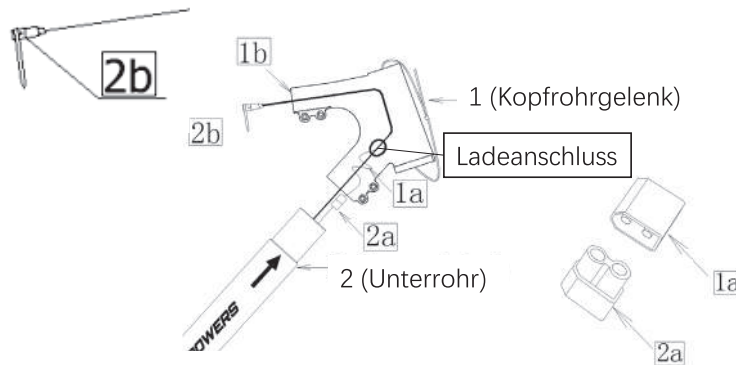

Abb. 3
- b. Fädeln Sie Teil 2-2b (mit dem Kabelbinder daran) durch Teil 1-1b, wie in Abb. 3 gezeigt.
- c. Ziehen Sie das Ladefederkabel (1a) aus Teil 1 heraus, verbinden Sie es mit dem Ladekabel (2a) und vergewissern Sie sich, dass beide vollständig miteinander verbunden sind, wie in Abb. 3 gezeigt.